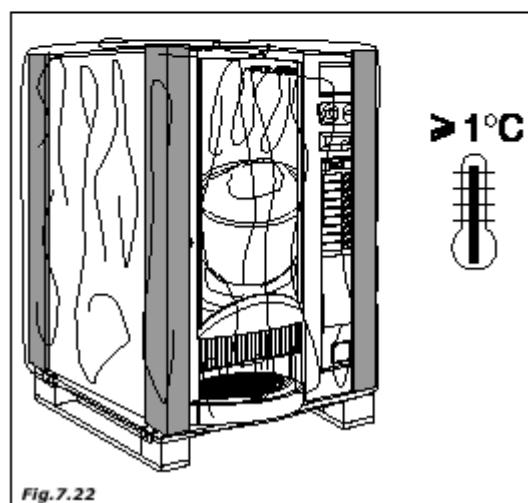

Fig. 7.22
- закройте аппарат снаружи пластиковой пленкой или упаковкой (рис. 7.22).